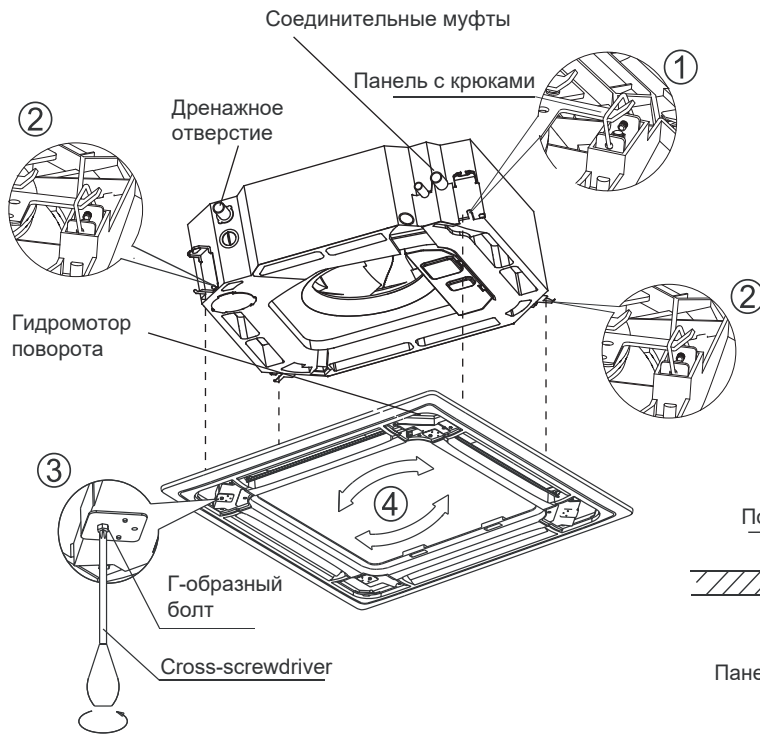

Рис.26
1. Совместить размещенный на панели гидромотор поворота с соединительными муфтами на корпусе в соответствии с рисунком (Рис.26).